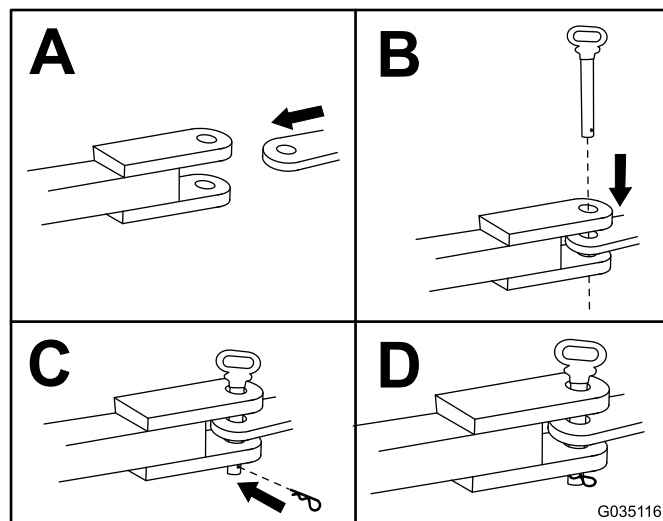

Figure 17
1. À l'aide d'une goupille d'attelage de 19 mm (3/4") ou de 22 mm (7/8"), attachez la machine comme montré à la Figure 17.